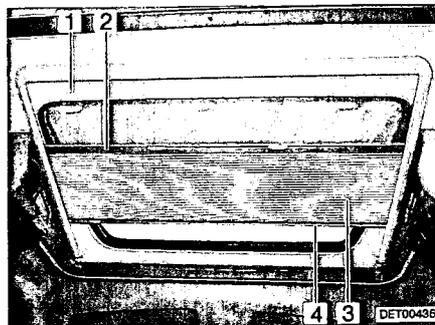

Bild 17 Dachfenster
Faltverdunklung Die faltverdunklung (Bild 17,3) ist mit dem Insektenschutz (Bild 17,1) fest verbunden.
- Die faltverdunklung in der Mitte des Abschluss-Stabes (Bild 17,4) fassen und vorsichtig nach unten ziehen.
- Die faltverdunklung am Abschluss-Stab (Bild 17,4) langsam zurückführen.
- Den Insektenschutz in der Mitte des Abschluss-Stabes (Bild 17,2) fassen und vorsichtig ganz nach unten ziehen.
- Den Insektenschutz am Abschluss-Stab der faltverdunklung (Bild 17,4) langsam zurückführen.